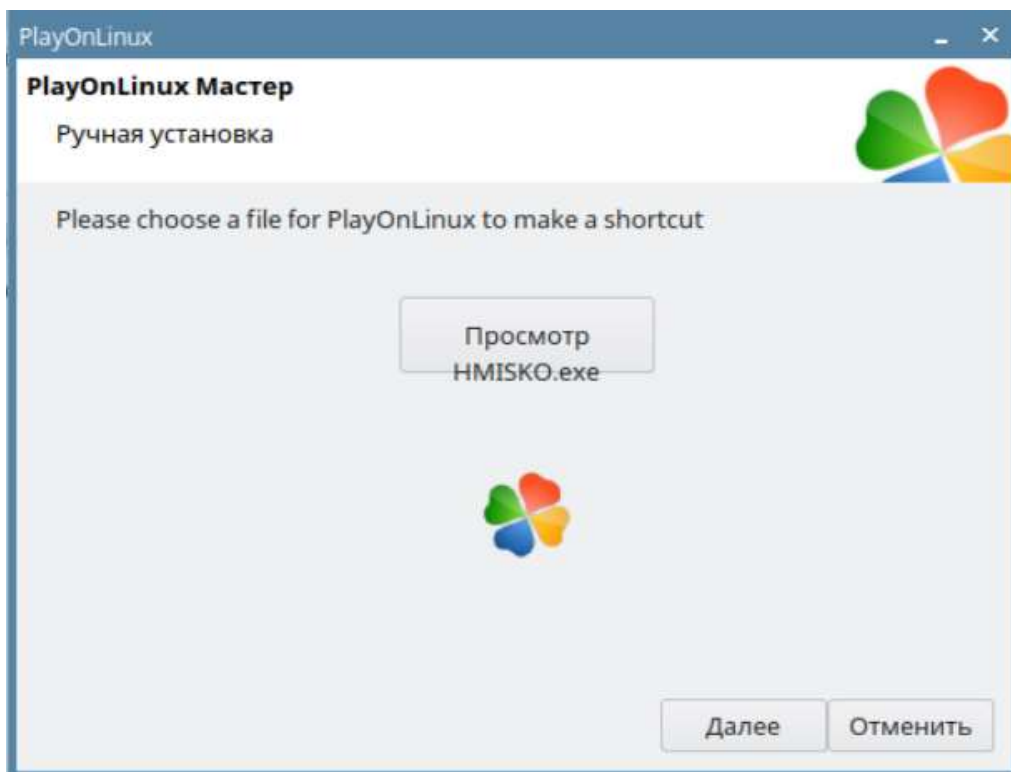

Рис. 9.43 Источник выбран
20. Название файла HMISKO.exe будет указано под кнопкой «Просмотр» (Рис. 9.43). Нажмите на кнопку «Далее».